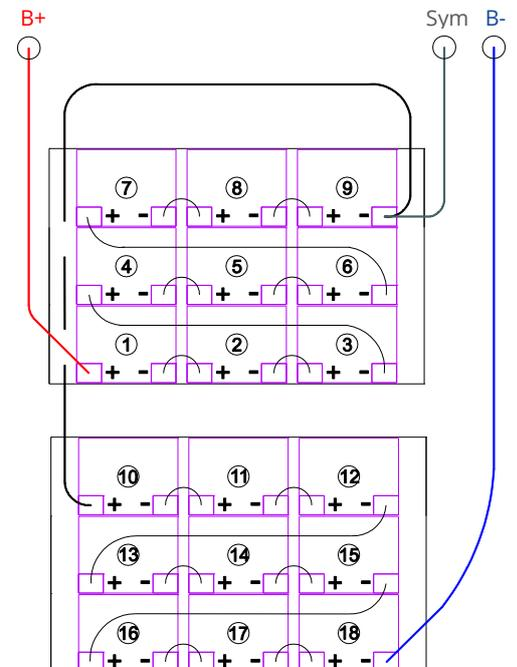

Figure 2: Verschaltung der Batterien
Vergewissern Sie sich, dass die Batteriesicherungen F2/F3/F4 entnommen sind. Setzen Sie die Batterien ein (18 Stück zu je 12V), klemmen Sie sie in Reihe wie in Abb. 2 gezeigt und schließen Sie die von der Batterieklemme (7) kommenden Kabel an (korrekte Polung beachten: rot = B+/Pluspol, blau = B-/Minuspol, grau = Symmetrie). Bei falscher Polung ertönt ein Piepton als Warnsignal. Das Symmetriespannungskabel (grau) ist an eines der Enden des Verbindungskabels zwischen Batterie Nr. 9 und Batterie Nr. 10 anzuschließen.